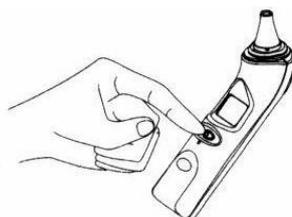

Figure 6.20
5. Appuyez sur la touche «Alimentation / Mémoire»(voir figure 6.20).